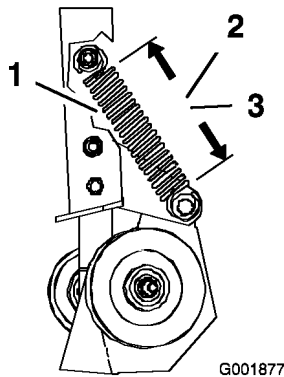
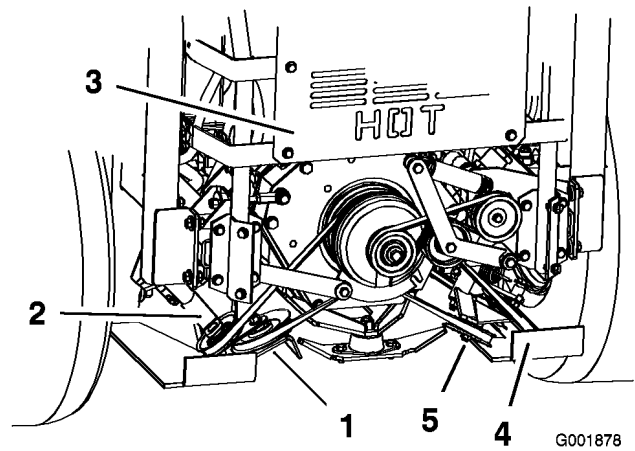

Figura 64
Figura 65
tensada con muelle tiene las medidas indicadas a continuación (Figura 64 y Figura 65).
- Medida del muelle izquierdo: $14,6 \pm 0,3$ cm (Figura 64).
- Medida del muelle derecho: $14,0 \pm 0,3$ cm (Figura 64).
4. Si el muelle no tiene las medidas correctas, afloje la tuerca que sujeta la polea tensora ajustable para que pueda desplazarse hacia arriba y hacia abajo dentro de la ranura (Figura 65).
5. Alivie la presión en la polea tensora tensada con muelle (Figura 65).
6. Posicione la polea inferior ajustable en la ranura y apriete la tuerca (Figura 65).
7. Compruebe que la espiral del muelle de la polea tensora tensada con muelle tiene las medidas correctas (Figura 64).